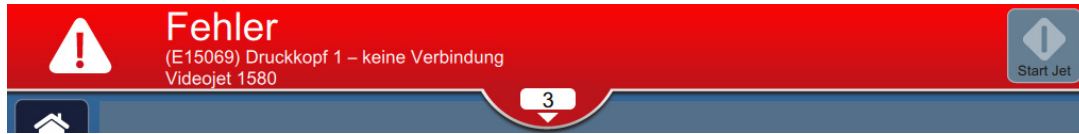

Abbildung 8-6: Fehlerauswahl
1. Berühren Sie die Schaltfläche  in der Statusleiste, um eine Liste der nicht gelöschten Fehler anzuzeigen (Abbildung 8-6).